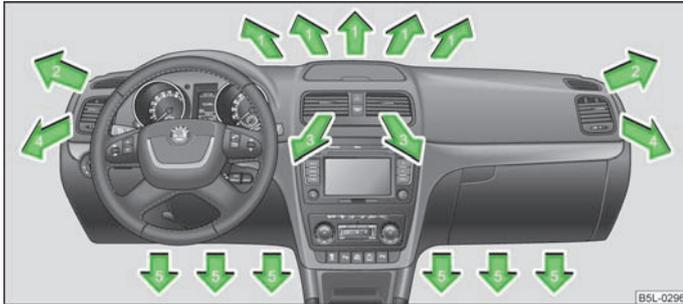
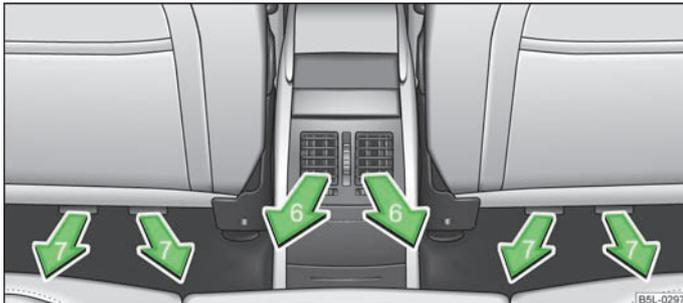

Abb. 86 Luftaustrittsdüsen vorn
Abb. 87 Luftaustrittsdüsen hinten
- › Das waagerechte Rad (nach rechts) drehen » Abb. 86.
- › Das senkrechte Rad (zwischen die Endstellungen) drehen » Abb. 87.
Die Luftaustrittsdüsen 3, 4 » Abb. 86 und 6 » Abb. 87 können einzeln geschlossen und geöffnet werden.
- Luftaustrittsdüsen 4 » Abb. 86.
- Wir empfehlen Ihnen, die Luftaustrittsdüsen 3 » Abb. 86 in geöffneter Stellung zu belassen.